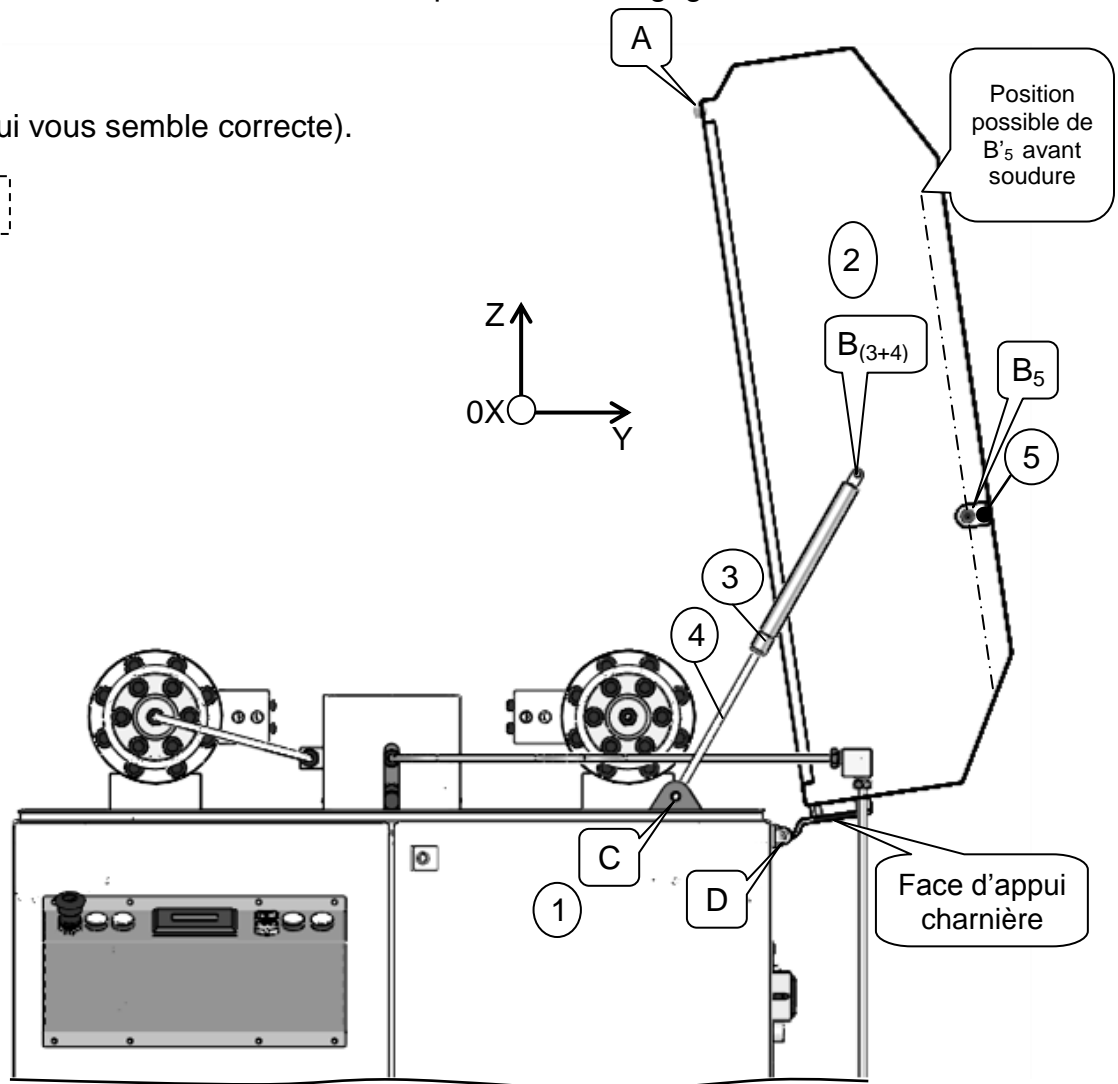

Figure 2
La figure 2 (page suivante) représente la nouvelle position ouverte du capot (échelle 1:10).
**Sur la figure 2 :**
**Q6-10 Déduire** et placer la position du point  $B_5'$  correspondant à la nouvelle position de la chape(5) pour cette position ouverte du capot(2).